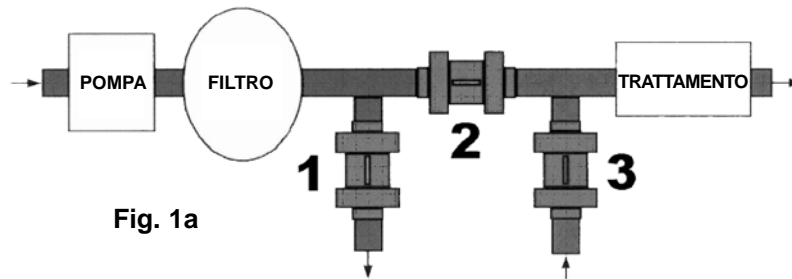

Fig. 1a
- Aprire al massimo le valvole n°1, n°2 e n°3 (Fig. 1a).
- Se necessario, affinare la portata con la valvola n°3 (Fig. 1a)